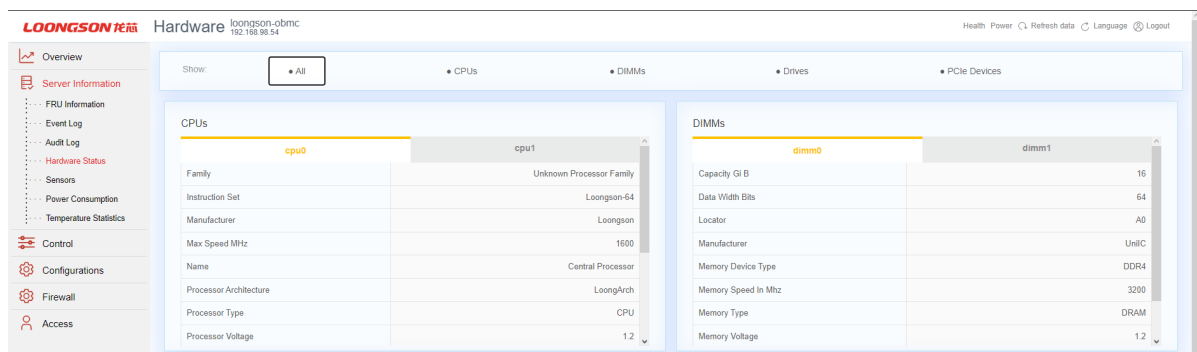

Рис. 70. Окно «Hardware Status»
- 5) Пройдите во вкладку «Server Information» → «Hardware Status» в данной вкладке отображается информация о комплектующих сервера и их характеристиках. Окно показано на рис. 70 Окно «Hardware Status»